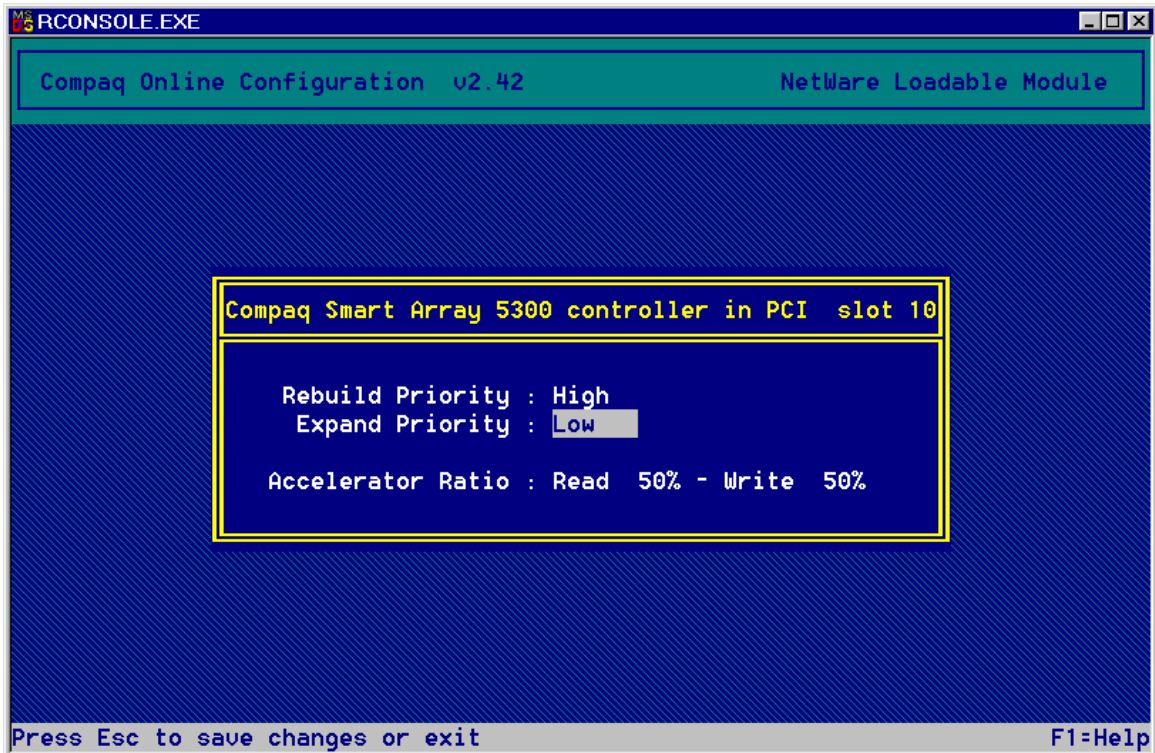

Figura 7-23. Schermata Controller Settings
2. Selezionare l'opzione Controller Settings nella parte destra della schermata. Viene visualizzata la schermata Controller Settings (Figura 7-23)